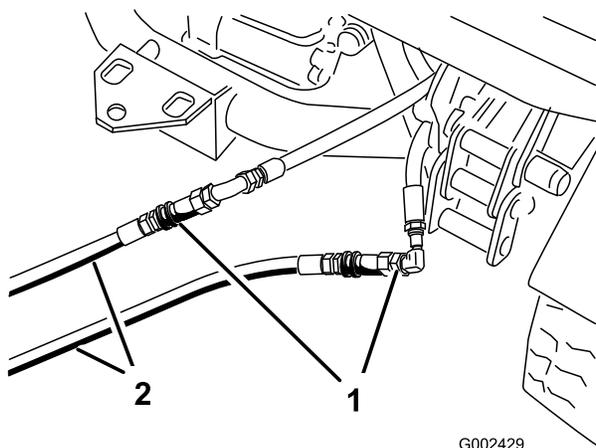

Figura 93
3. Sul veicolo in panne collegate i due tubi d'intervento ai tubi scollegati in precedenza (Figura 93).